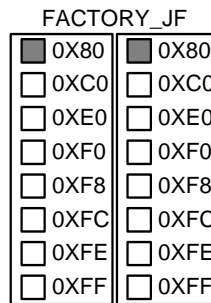

図 5 : DCM FACTORY_JF 設定の修正ブロック
- 図 5 に示すように、FACTORY_JF DCM 属性の設定で 2 つの 0X80 オプションをオンにします。